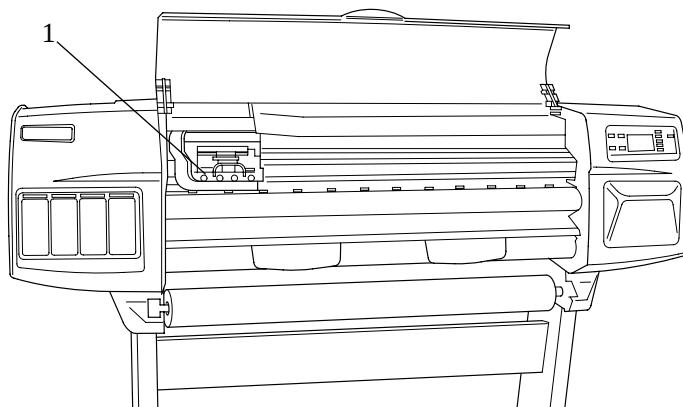

図 53 : プリントヘッドチューブ コネクタ
- 2 プリントヘッド チューブ コネクタに対して作業を行えるように、キャリッジの位置を移動します (図53参照)。